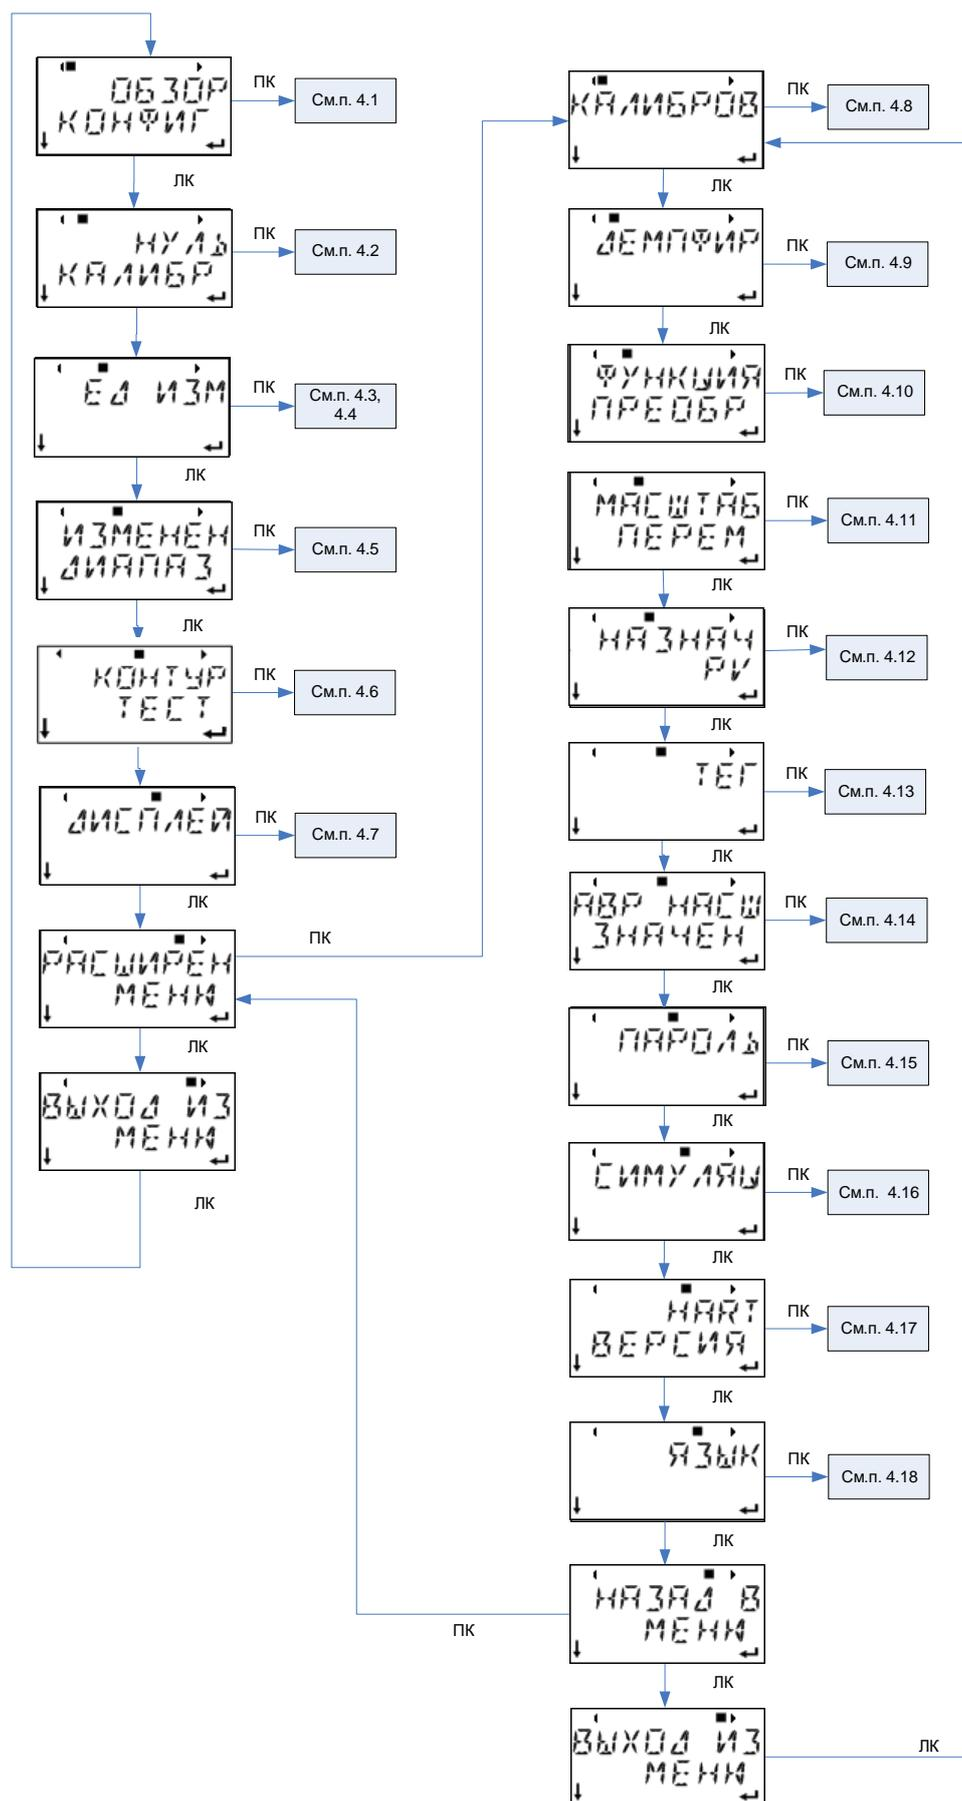

Рисунок 4 – Меню индикатора
2. В меню индикатора (рисунок 4) выберите меню тестирование контура. Нажатием ЛК и ПК выберите и сохраните значение выходного сигнала датчика. Аналоговый выходной сигнал имеет варианты: 4 мА, 20 мА или другое для ввода значения вручную. Если выполняется тестирование контура для проверки уровня аварийного сигнала датчика, то вводится значение в миллиамперах, соответствующее аварийному уровню сигнала.